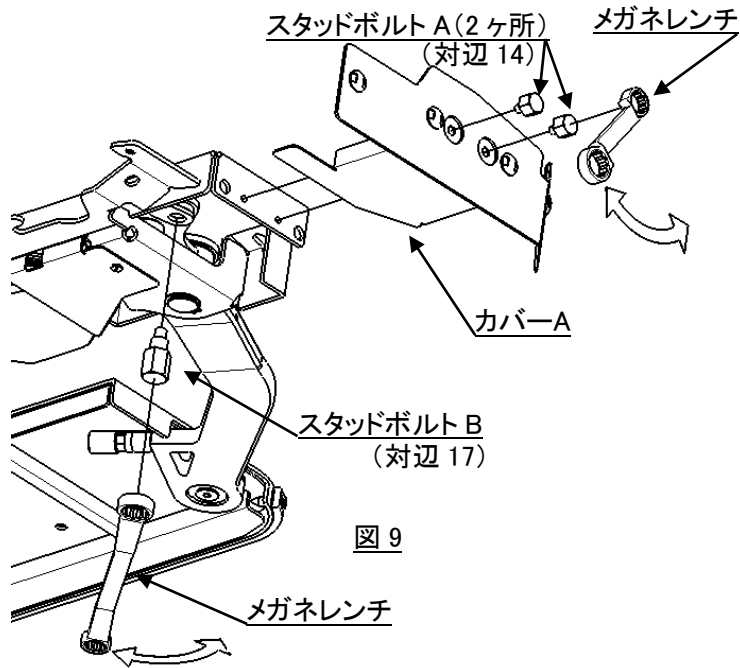

図 9
2. ステップ本体にあるスタッドボルト A (2ヶ所)をメガネレンチ(取扱要領書に同封)で外し、カバーAを外してください。(図 9)
3. メガネレンチ(取扱要領書に同封)を使い、スタッドボルト Bを外してください。(図 9)